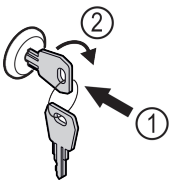

Fig. 87 Примерное изображение
- ▶ Вставьте ключ Fig. 87 (1).
- ▶ Поверните ключ на 90° по часовой стрелке Fig. 87 (2).